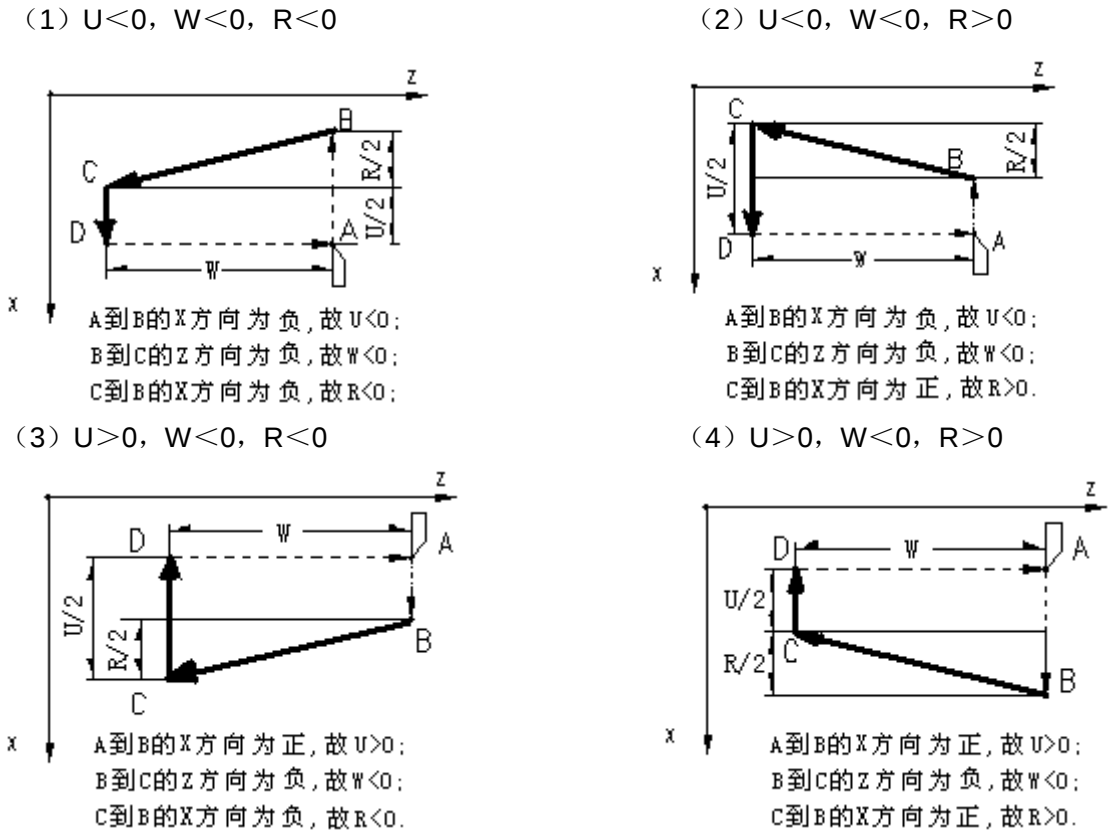

图 4-19 G90 循环 U、W、R 符号与刀具轨迹的关系
- 4) G90 指令的后面，可以紧跟再循环后续指令，表示重新给定 X 的终点坐标、按 G90 的轮廓再循环 1 次；后续指令中的 U，也是相对于循环起始点的。例如，仅重新定义 X 的终点坐标(X/U)，则按新的 X (U) 坐标值重复上述循环过程。后续指令的循环轮廓图，必须与 G90 的循环轮廓方向一致，否则报警。
- 5) 循环后续指令中只能是单独的 X (U) 字段（带 F 指令）；后续指令的下一段可以再接后续指令；若后续指令的下一段指令不是单独的 X (U) 指令，而是其他 G 指令，则取消循环；若后续指令的下一段指令不是单独的 X (U) 指令，而是 X (U) 指令与 M、S、T 指令同段编写时，则系统提示报警信息。
10) U、W、R 后的数据与刀具轨迹的关系如下图 4-19：